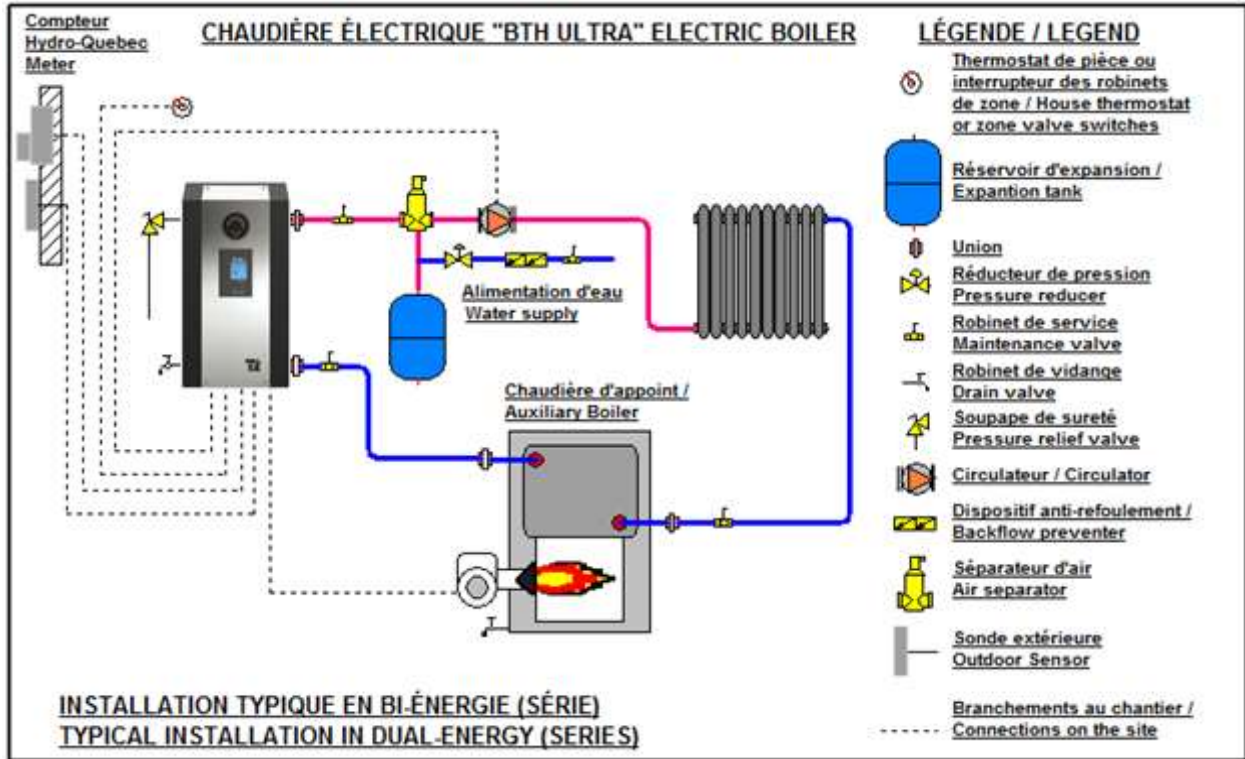

Figure 8 : Installation bi-énergie en série
N.B: Assurez-vous de bien positionner les ports A-B et AB de la valve trois voies (Voir fig. 8).